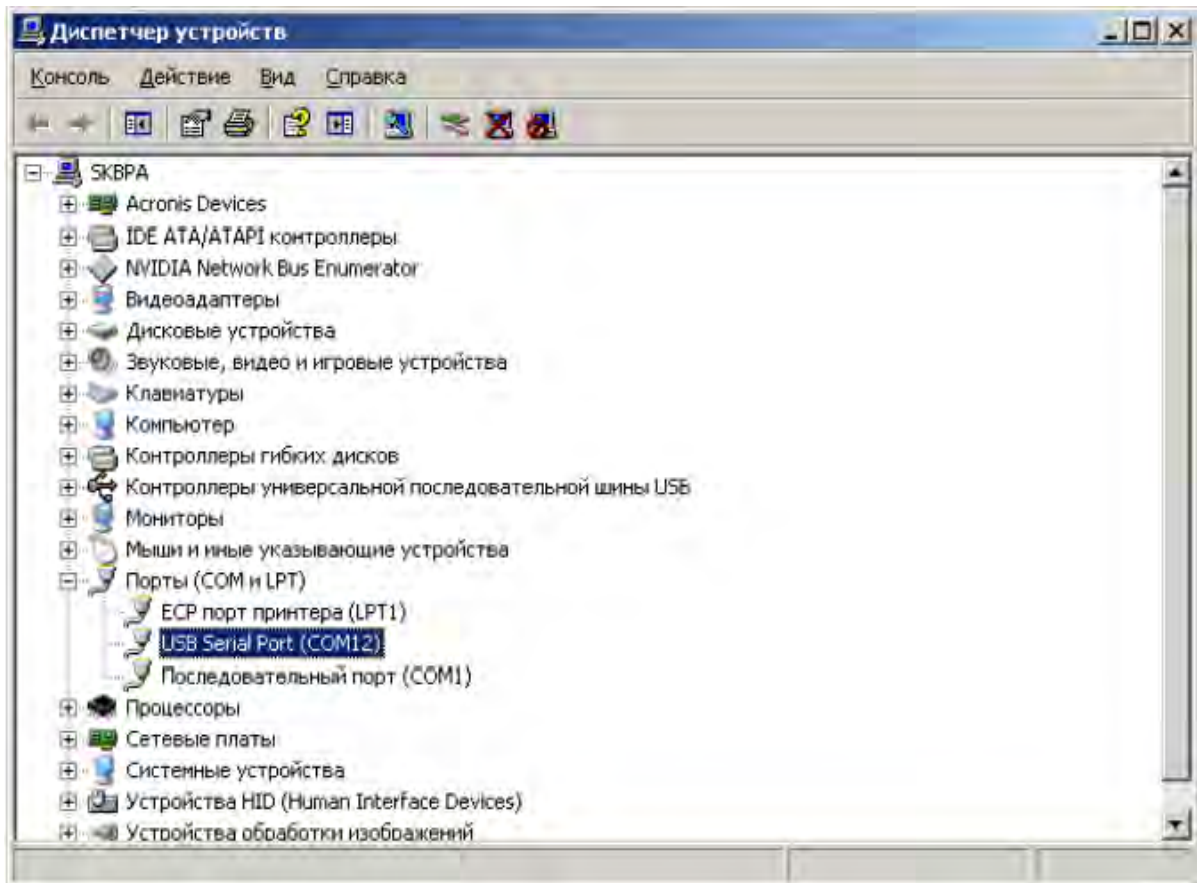

Рисунок 5 – Диспетчер устройств
- в окне **Диспетчер устройств** раскрыть список **Порты (COM и LPT)** и проконтролировать номер **USB Serial Port** (рисунок 5);